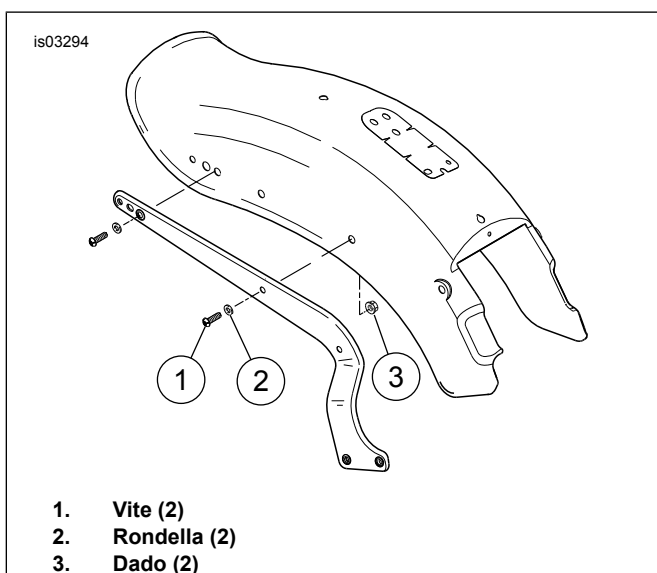

Figura 1. Rimozione della bulloneria (modelli FXST)
1. Vedere Figura 1. Rimuovere ed eliminare le viti di serie (1) e le rondelle (2) dal sostegno del parafango.